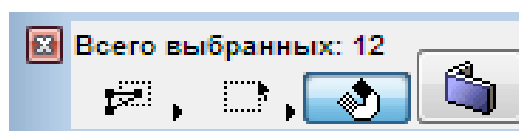

Рис. 69
5. Используя панель **Найти и выбрать**, выделите все окна и двери в наружных стенах, а также некоторые перегородки вместе с дверями (рис. 69) и нажмите клавишу **[Del]**.